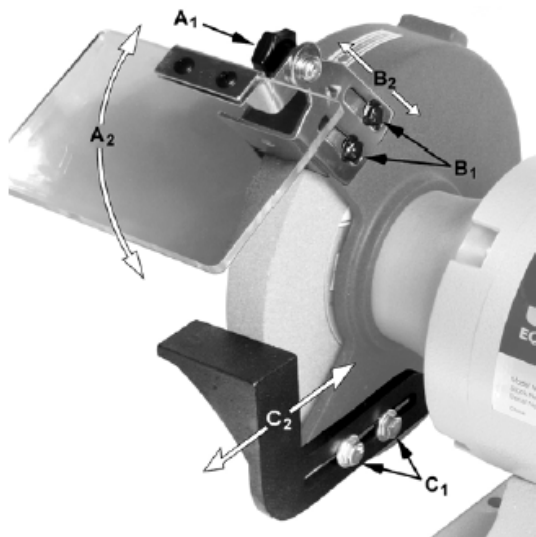

Рис.3
1. Ослабьте винты (A_1 , Рис. 3).
2. Установите экран для защиты глаз на необходимый угол (A_2 , Рис. 3).
1. Ослабьте винты (B_1 , Рис. 3).
2. Переместите искрогаситель на расстояние 4 мм от поверхности шлифовального круга (B_2 , Рис. 3).
3. Затяните винт (B_1 , Рис. 3).
1. Ослабьте винты (C_1 , Рис. 3) при помощи 12 мм гаечного ключа.
2. Переместите подручник (C_2 , Рис. 3) на расстояние 4 мм от шлифовального круга.
3. Затяните винты (C_1 , Рис. 3).